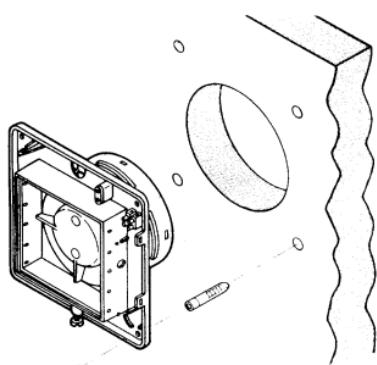

Fig. 4
- Colocar el extractor y marcar los agujeros de fijación (fig.4)
- Colocar la junta adhesiva alrededor de la boca de salida (6)
- Si el aparato esta conectado a un conducto, conectarlo a la boca de salida (6) después de haber comprobado que no exista ninguna obstrucción
- Offer up the appliance and mark the location of the fixing screws (fig.4)
- Fix the adhesive gasket to the outlet spigot (6)
- If the extractor is connected to a duct, check that there are not obstructions before connecting the duct to the fan discharge (6)